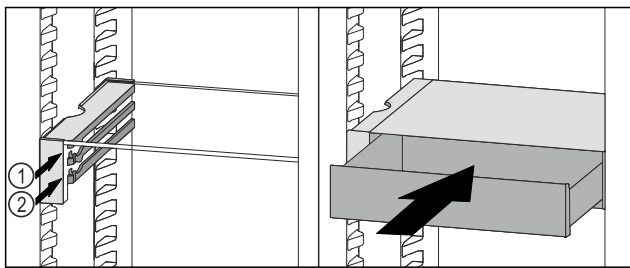

Fig. 66
- ▶ Placer le tiroir VarioSafe derrière les butées sur la nervure désirée Fig. 66 (1) ou Fig. 66 (2).